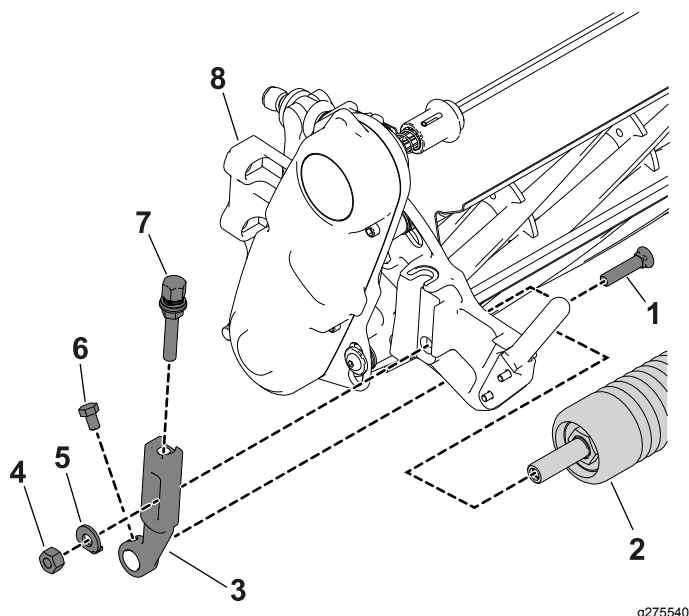

Figura 3
1. Rimuovete il bullone per aratro, la rondella e il dado flangiato che fissano i bracci di regolazione dell'altezza di taglio alla piastra laterale dell'apparato di taglio (Figura 3).